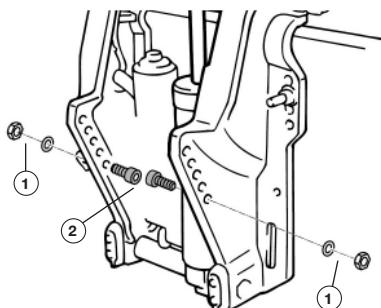

Рис. 40 Регулировка угла дифферента
Для моделей F40FES-T-EFI и F40FEL-T-EFI вертикальный угол дифферента регулируется установкой болтов в одну из имеющихся пар регулировочных отверстий в кронштейне крепления (Рис. 40). Всего есть 5 пар отверстий.
- Открутите гайки, снимите шайбы, переверните болты в следующую пару регулировочных отверстий, установите шайбы и снова закрутите гайки (Рис. 40).